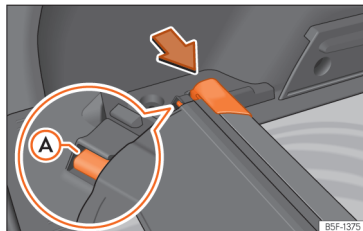

Fig. 182 Na bagageira: alojamento para guardar a chapeleira.
- Pressione a cabeça da chapeleira enrolável no sentido da seta até encaixá-la no alojamento previsto para essa utilização »» Fig. 182. Certifique-se de que o patim A encaixa no alojamento correspondente.